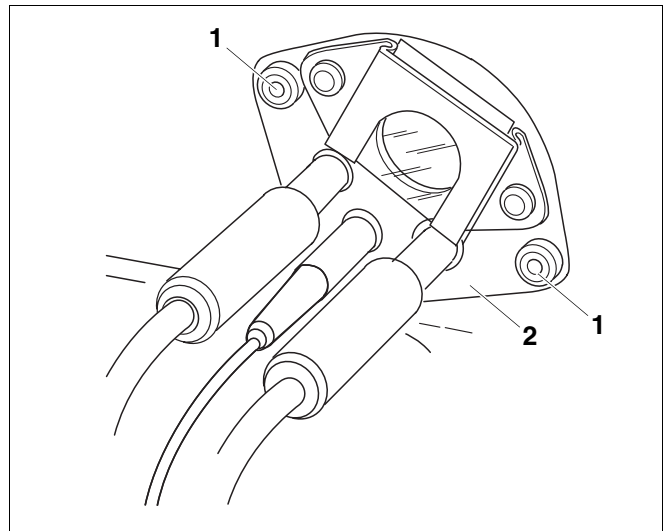

Fig. 25 Réglage du porte-électrodes
- Desserrez les vis (fig. 25, **pos. 1**) du porte-électrodes (fig. 25, **pos. 2**).